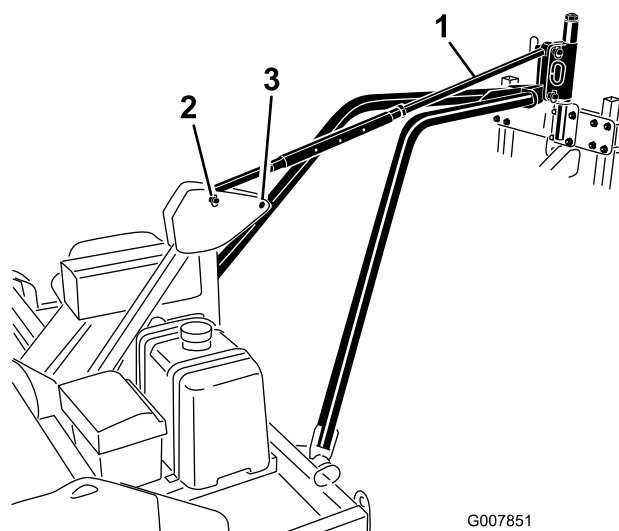

Bild 14
5. Fluchten Sie das Loch in der Anbauvorrichtungslatte des Zugarms mit den unteren Löchern in der beweglichen Anbauvorrichtung des Aerifizierers aus Bild 14). Befestigen Sie die Anbauvorrichtungslatte des
7. Befestigen Sie den Neigungssteuerungslenker mit Anbauvorrichtungsstiften und Klappsteckeran in den oberen Löchern der beweglichen Anbauvorrichtung des Aerifizierers und des Rahmens (Bild 14).